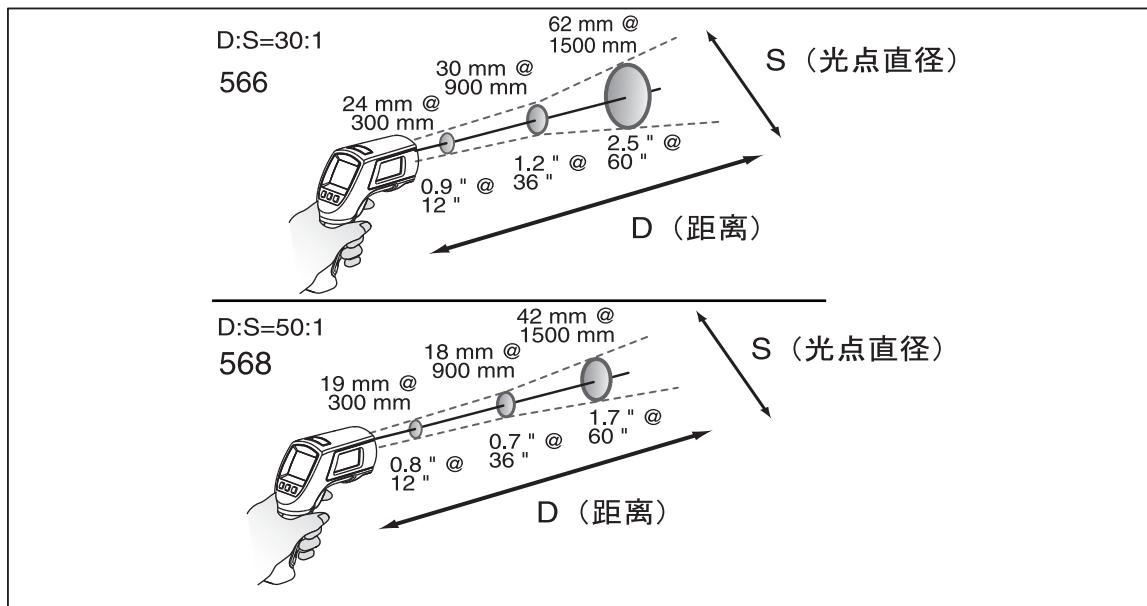

图 5. 距离与光点直径
随着与被测目标的距离 (D) 增大, 测温仪所测区域的光点直径 (S) 也变大。测温仪距离与光点直径之间的关系 (D:S) 如图 5 所示。光点直径表示 90 % 的圆内能量。